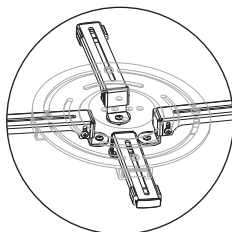

图18
- 3、如果所需安装的投影机的安装孔的距离小于120mm,把安装臂(4-3)反向安装在投影机,通过调整滑动安装扣(4-5)的位置将安装臂(4-3)连接安装底盘(4-6)如图18。